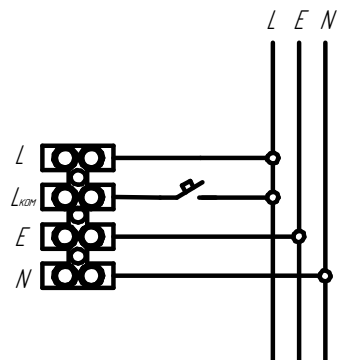

Рисунок 7 - Схема подключения светильника с блоком аварийного питания к сети
5.11 Подключение светильника с блоком аварийного питания производить согласно схеме (см. рисунок 7) Подключите фазовый провод некоммутированной сети освещения (т.е. между фидером и светильником не должно быть никаких выключателей, кроме автоматов защиты) к проводу с отдельной клеммой, а фазовый провод коммутированной сети к клеммной колодке.